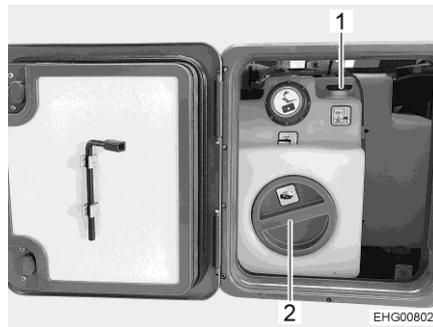

Fig. 206 Depósito de agua con tirador giratorio
- Retirar la tapa de cierre (Fig. 206,2) del depósito de agua.